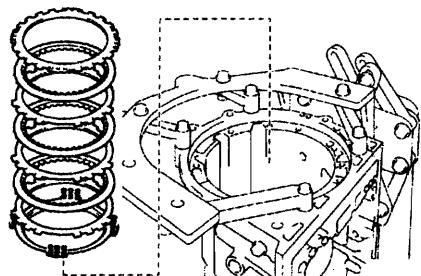

图 12-1-44
②如图 12-1-44 所示，从壳体上拆下法兰、制动活塞回位弹簧、3 个片和 3 个盘。